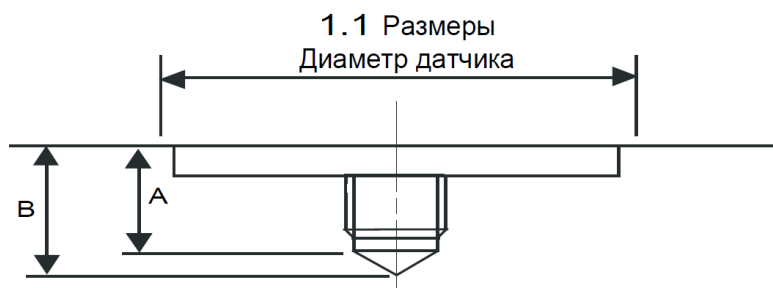

Рис. 2-2: Подготовка поверхности для установки шпильки на объекте измерения
1. Подготовьте гладкую, ровную монтажную поверхность на измеряемом объекте. Просверлите отверстие на поверхности машины и установите шпильку по центру так, как показано на рис. 2-2. Рекомендуется высокоточная обработка монтажной поверхности. Величина шероховатости должна составлять не более 0,00016 мм [63 микродюйма]. Проверьте поверхность объекта на наличие неровностей, а также посторонних элементов.